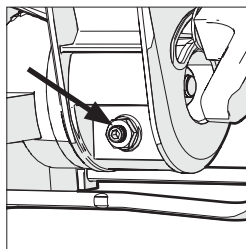

Fig. 10
- Slăbiți contrapiulița șurubului de reglare a unghiului cu o cheie de 10 mm și o cheie imbus de 3 mm (nefurnizate) (Fig. 10).